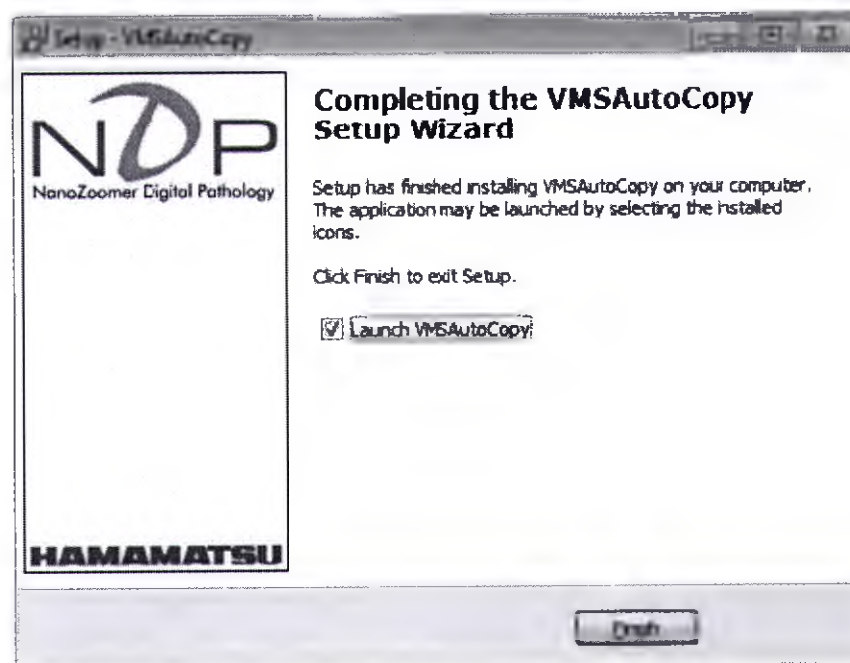

Рисунок 5
(6) После окончания установки на экране появится следующее диалоговое окно (Рисунок 5).